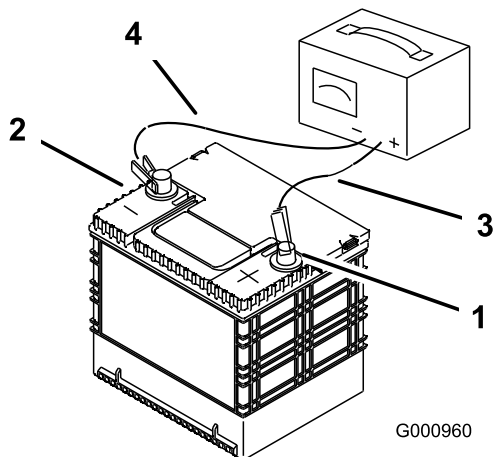

Figura 52
2. Cuando la batería esté completamente cargada, desconecte el cargador de la toma de electricidad, luego desconecte los cables del cargador de los bornes de la batería (Figura 52).